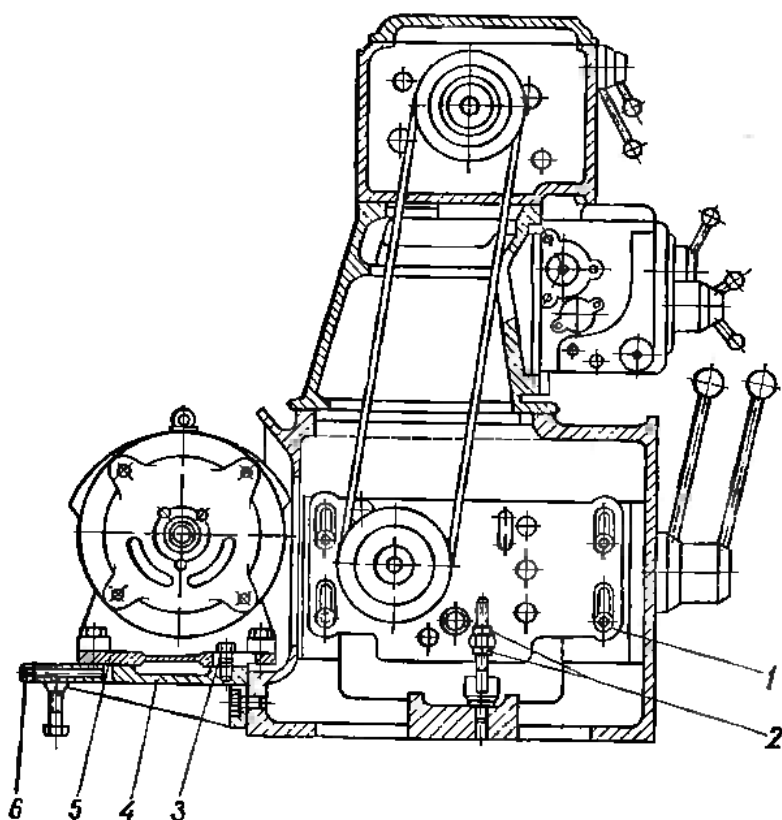

Рис. 17. Регулирование натяжения ремней
3. Регулирование натяжения ремней коробки скоростей производится следующим образом: открепляются винты 1 (рис. 17),
4. Регулирование натяжения ремней электродвигателя осуществляется движением плиты 5 с электродвигателем по кронштейну 4 в горизонтальной плоскости (рис. 17).